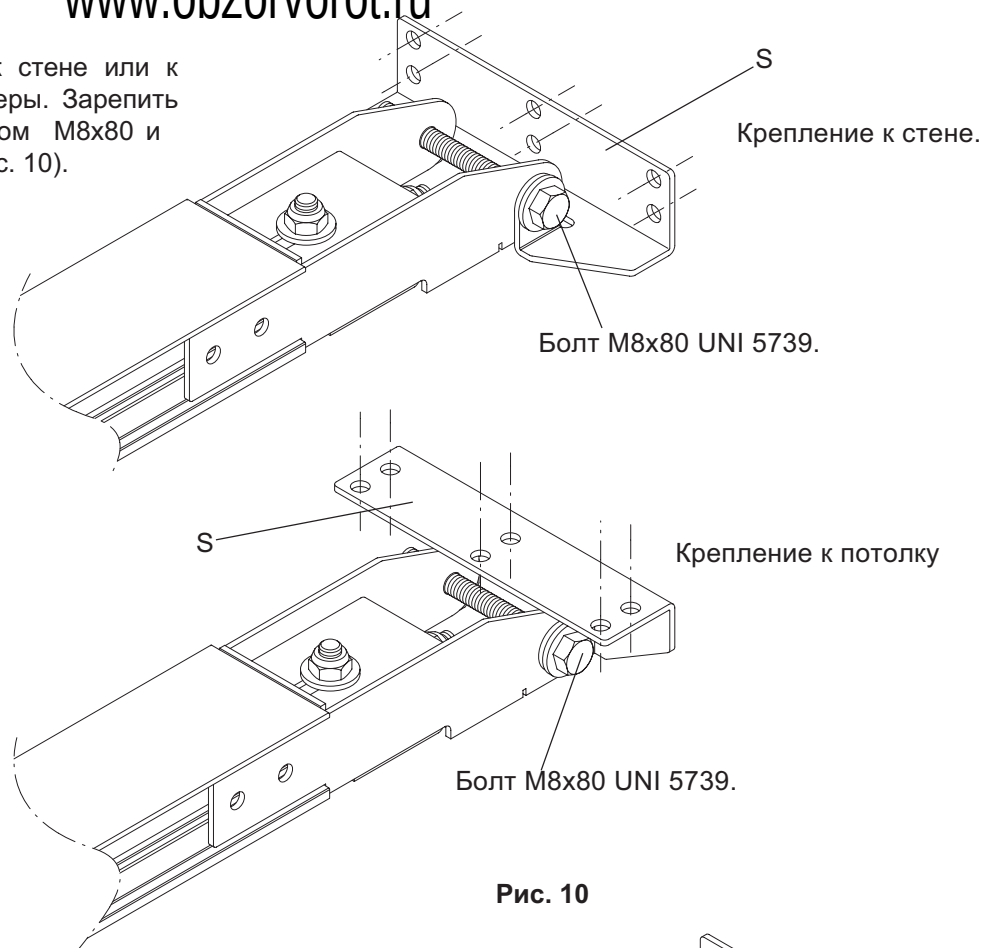

Рис. 10
- i) Закрепить кронштейн "S" к стене или к потолку на дюбели или анкеры. Зарепить профиль к кронштейну болтом M8x80 и самоконтрящейся гайкой (Рис. 10).